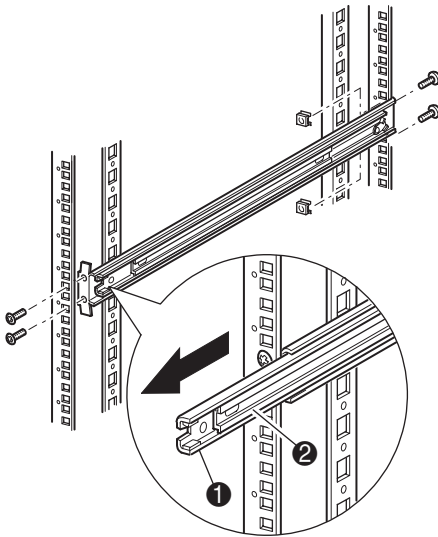

Abbildung 2-3. Einbauen der Schienen
2. Legen Sie die Schablone beiseite, und befestigen Sie die Schienen mit Hilfe der beigelegten Befestigungen (siehe Abbildung 2-3). Die vorderen Schienenträger sind mit einem Gewinde versehen, in das Schrauben direkt eingedreht werden können. Die hinteren Träger verfügen über kein Gewinde, so dass in die hinteren vertikalen Schienen des Schanks Käfigmuttern eingesetzt werden müssen.
- a. Ziehen Sie die Gleitschienen ❶ auf beiden Seiten des Speicher-Racks vollständig heraus, bis sie einrasten.
- b. Schieben Sie die innere Gleitschiene ❷ so weit wie möglich zur Vorderseite der Schienen-Baugruppe.